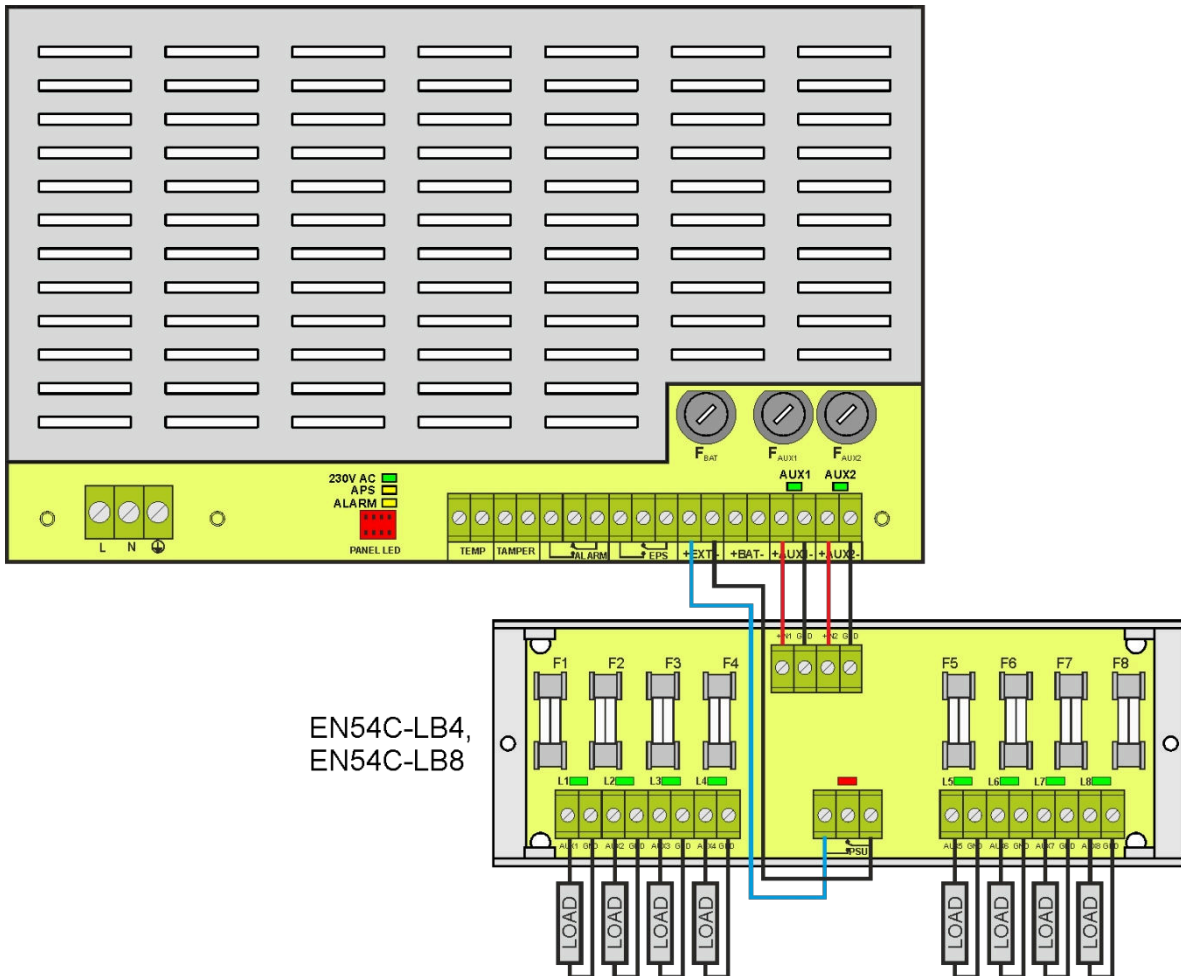

Fig. 11. Exemple de connexion avec le module de fusibles EN54C-LB8.
- la commutation de la sortie du relais PSU dans un état sans tension (contacts comme dans la figure 11)